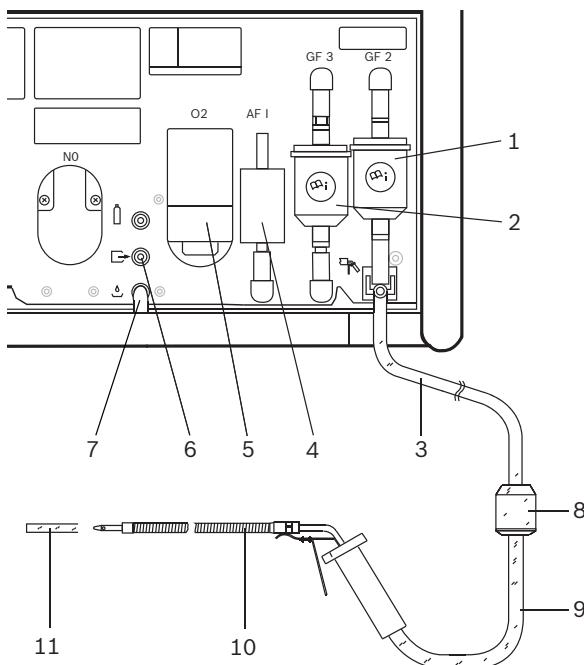

Fig. 3: BEA 060
- Byte av grovfilter GF1 (fig. 3, pos. 8) i provtagningsslang.
- Byte av grovfilter GF2 (fig. 3, pos. 1), se kapitel 5.4.4.
- Kontrollera att båda PVC-slangarna är anslutna till gasutgångarna (fig. 3, pos. 6 och 7).
- Okulärbesiktning av provtagningssond (fig. 3, pos. 10).
- Byte av aktivkolfilter (fig. 3, pos. 4) i nollgasvägen.